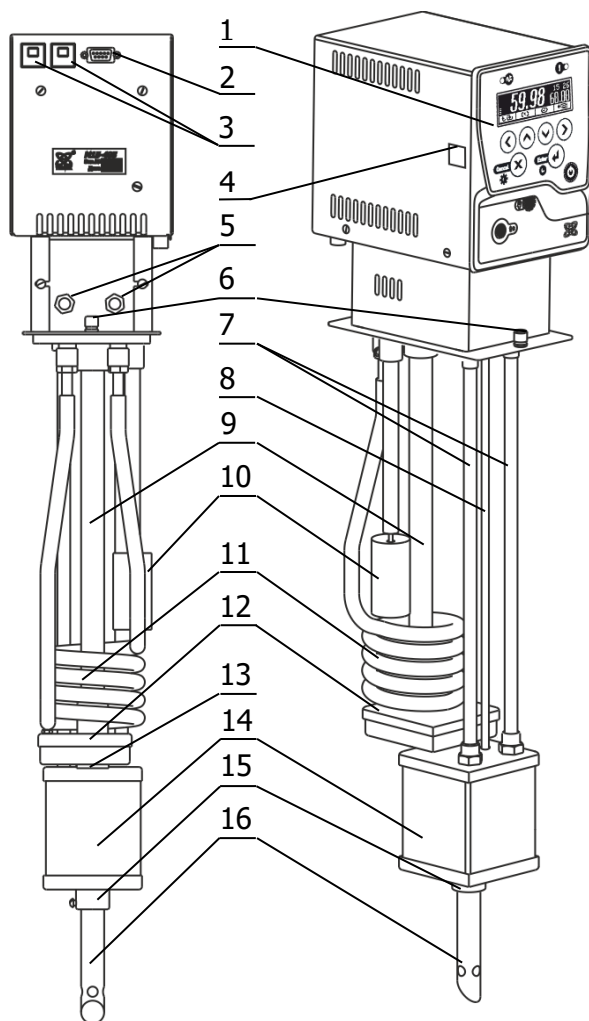

Рисунок 1 — Устройство блоков регулирования
1.4.2 Работа блоков регулирования заключается в поддержании заданной температуры потока теплоносителя, прокачиваемого насосом 12 через резервуар 14 (рисунок 1). Забор теплоносителя производится через отверстие 13 циркуляционного насоса, а выброс — через выходную трубку 16, установленную в патрубок 15.
Снижение температуры теплоносителя в термостате, не оснащенный холодильной машиной, можно обеспечить дополнительным охлаждением с помощью теплообменника 11 (рисунок 1). Для этого штуцеры теплообменника 5 подключить к водопроводной сети или специальному холодильному устройству. Поток охлаждающей жидкости должен быть равномерным и, по возможности, небольшим.